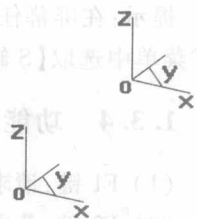

图 1-4
- (1) 按 F8 键;
- (2) 单击主菜单的【工具】→【坐标系】→【创建坐标系】;
- (3) 按回车键→输入“新坐标系原点坐标”10,20,15→输入“X 轴正向过的点坐标”15,20,15→按回车键;
- (4) 输入“Y 轴正向过的点坐标”10,25,15→按回车键,创建出图 1-4 所示的新坐标系→右击结束。